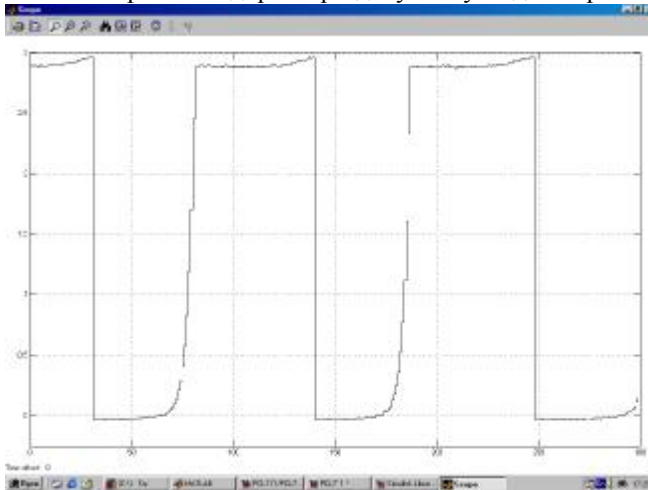

Рисунок 1.15 – Результат спостережень
- 1.15.2.7 Двічі клацніть на об'єкті **Scope**, що розміщений на документі моделі. З'явиться вікно, де відображається часова діаграма сигналу, що надходить від ГПП на перший канал АЦП плати PCL-711 (рис.1.15).